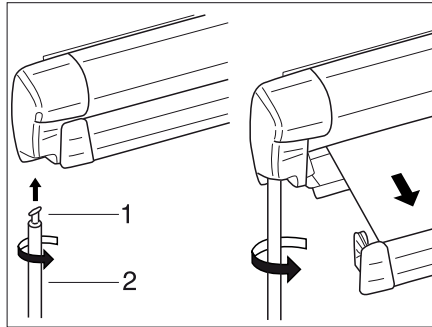

Bild 40 Markis
- Haka in vevstakens (Bild 40,2) hake (Bild 40,1) i drivmekanismens ögla och vrid den 90°.